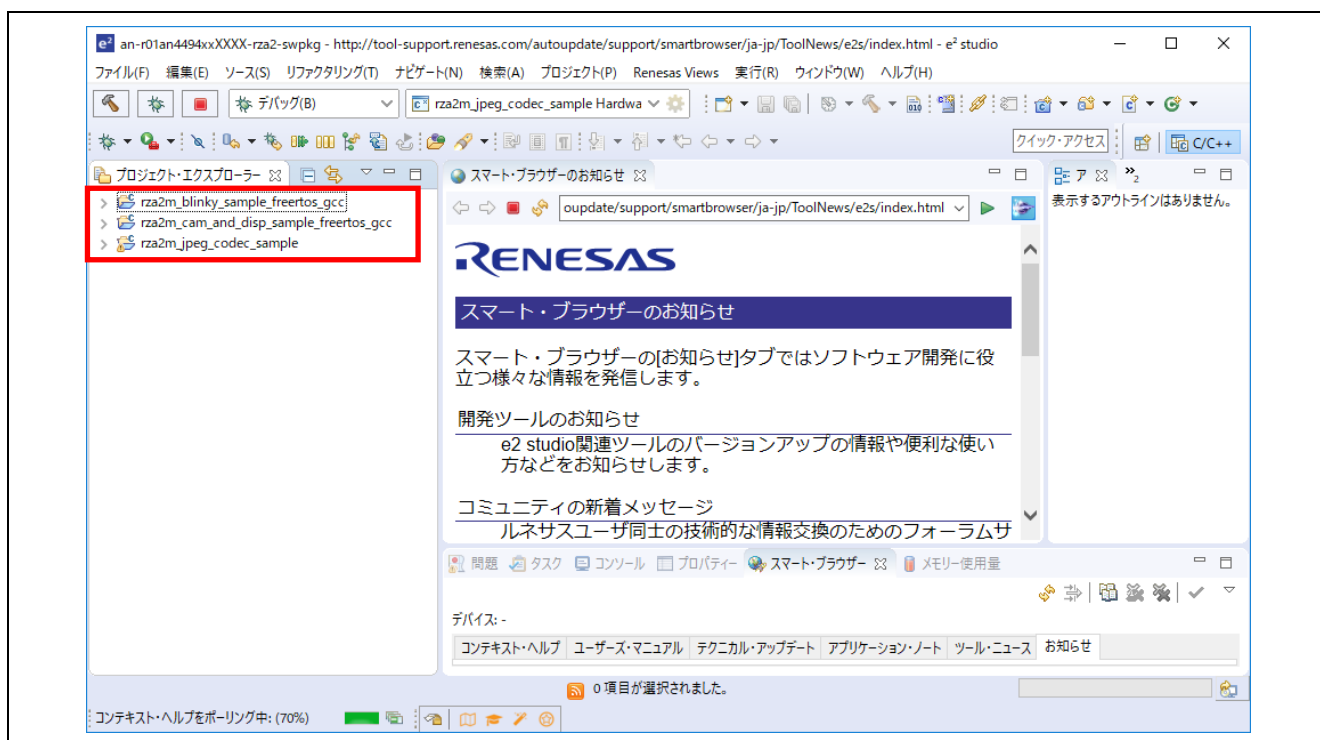

図 3-7 プロジェクトエクスプローラーウィンドウでの確認
- ターゲットプロジェクトのインポートが完了すると、プロジェクトエクスプローラーウィンドウで確認することができます(図 3-7)。